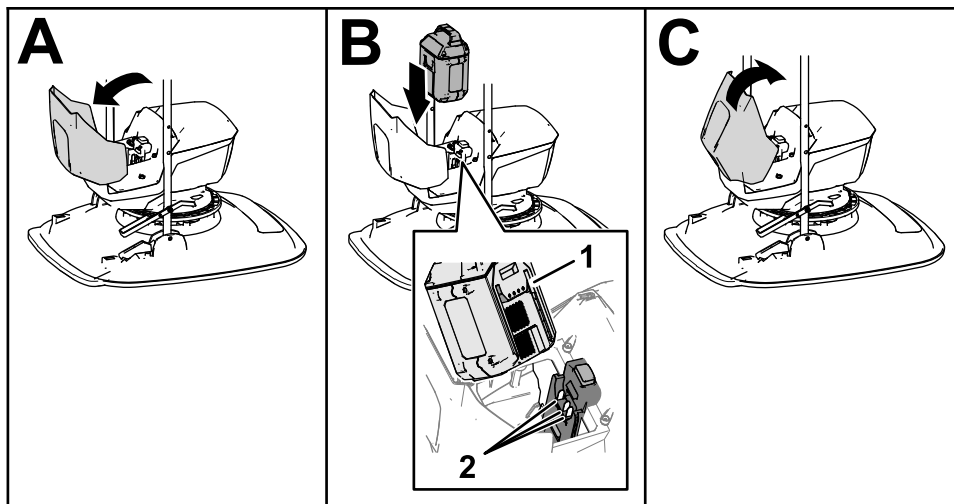

Figura 15
3. Abra la cubierta del compartimiento de la batería (Figura 15).